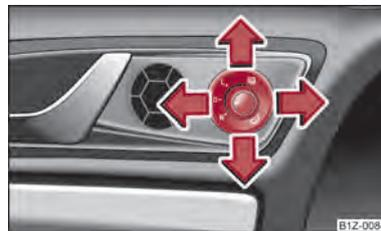

Fig. 41 Parte de dentro da porta: Botão giratório
- Ajustar o botão giratório para a posição  ⇒ Fig. 41.
Nos veículos com memória para o banco do condutor, a superfície do espelho inclina-se um pouco para baixo ao engrenar a marcha-atrás, desde que o botão rotativo se encontre na posição R ⇒ Fig. 41. Assim facilita-se a visão para a borda do passeio ao estacionar.
- Se os espelhos retrovisores exteriores tiverem sido recolhidos com o botão rotativo ⇒ Fig. 41, estes só voltam à sua posição de condução através do mesmo botão rotativo.